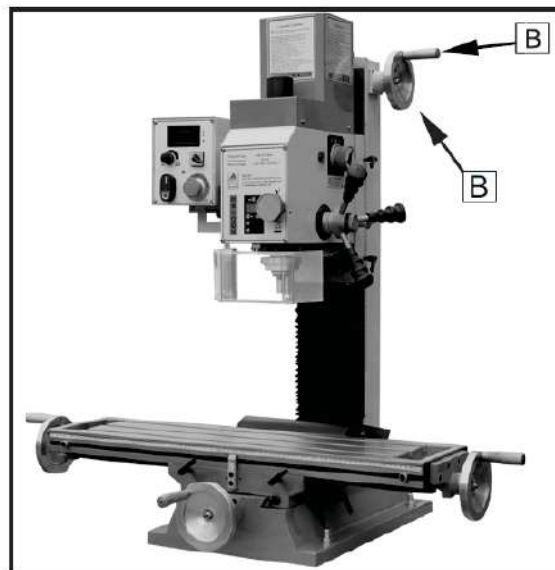

Рис. 02
1. Ввинтите рукоятки (А, Рис. 02) в маховичок В и затяните их.